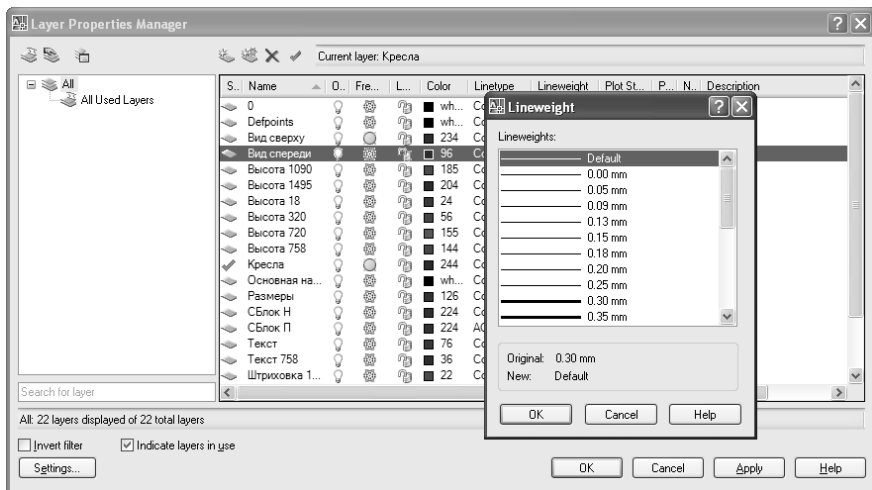

Рис. 4.19. Диалоговое окно **Lineweight** с выбранной толщиной линии **Default**, которая будет назначена слою «Вид спереди» вместо текущего типа **0.30 mm**
2. В открывшемся диалоговом окне **Layer Properties Manager** щелкните по образцу толщины линии в строке свойств того слоя, толщину линии которого вы желаете изменить. AutoCAD откроет диалоговое окно **Lineweight** (Вес линий), показанное на рис. 4.19.